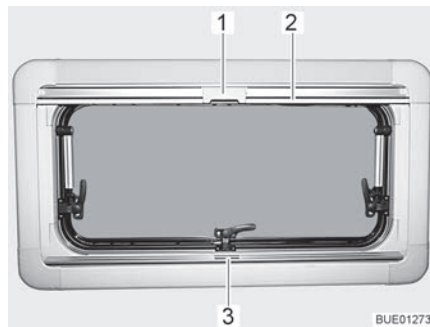
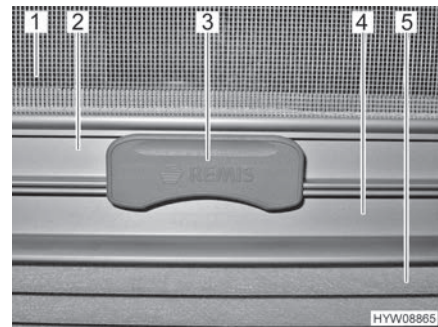

Bild 65 Överkantshängt fönster
Bild 66 Spärr
Plisségardinen (Bild 66,5) finns i den nedre rullgardinskassetten.
- Ta tag i mitten på plisségardinens list (Bild 65,3 och Bild 66,4) och drag den nerifrån och uppåt och släpp den vid önskad höjd. Plisségardinen stannar på denna höjd.
**Insektsnät** Insektsnätet (Bild 66,1) finns i den övre rullgardinskassetten.
- Drag, med listen (Bild 65,2 och Bild 66,2), ner insektsnätet tills listen stöter mot plisségardinen (Bild 66,4).
- Lås fast insektsnätets spärr (Bild 65,1 och Bild 66,3) på plisségardinens list. När spärren är låst, kan plisségardinen och insektsnätet justeras samtidigt.
- Tryck spärren (Bild 66,3) på insektsnätet uppåt.
- För långsamt tillbaka insektsnätet med listen (Bild 65,2).